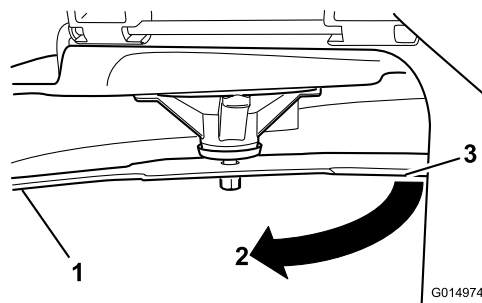

Figure 43
4. Tournez la même lame de 180 degrés pour amener l'autre tranchant à la même position (Figure 43).